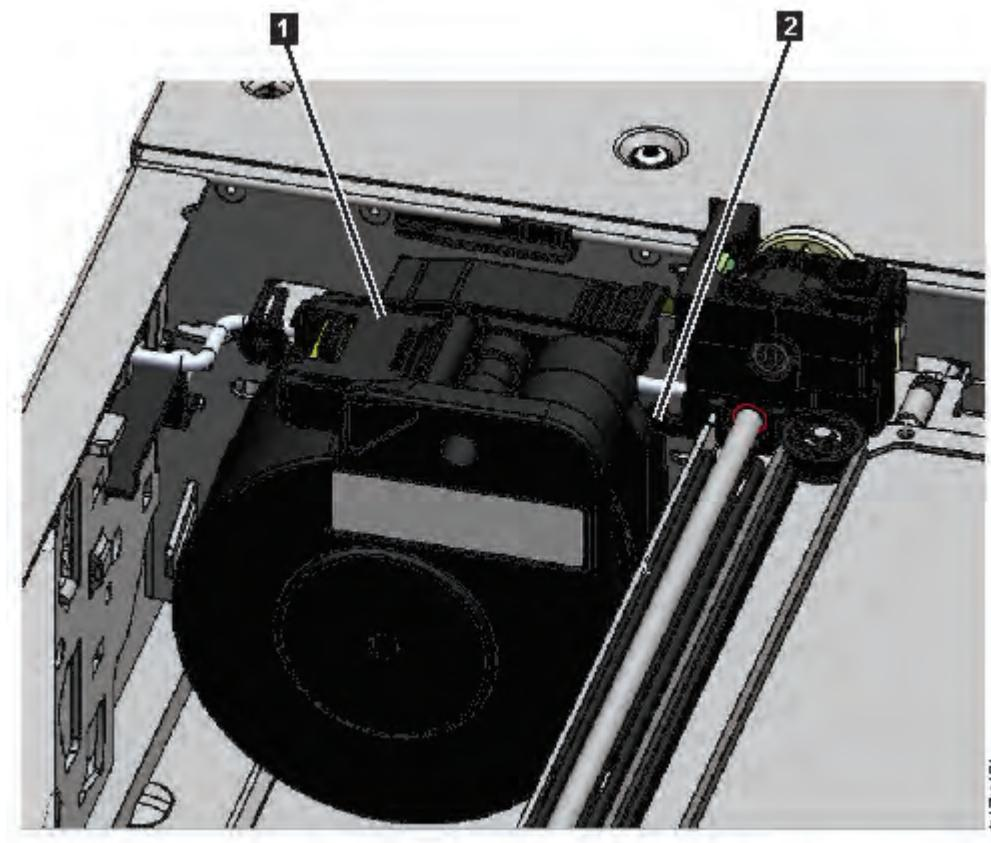

Figura 84. Cable de spooling en posición de parada
Nota: Tome nota de donde gira el extremo del cable de spooling en el descriptor de acceso. Es importante saberlo cuando conecta el nuevo cable de spooling al descriptor de acceso. Consulte (2 en Figura 84 en la página 185).
9. Coloque el conector de spooling (**1** en Figura 84 en la página 185) a la posición de parada.